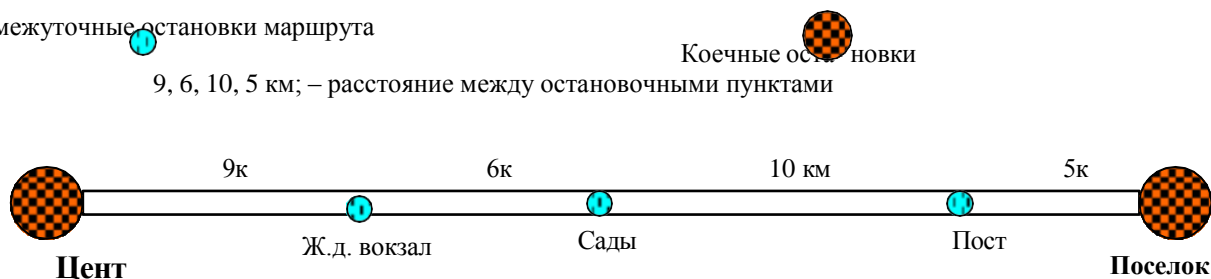

Рис. 4 Схема пригородного автобусного маршрута
65. На пригородном маршруте протяженностью 30 км (рис. 4) для оплаты за проезд применен участковый тариф 15 р. за 1 пас. км. Произвести тарификацию маршрута и составить таблицу стоимости проезда в автобусах на этом маршруте.